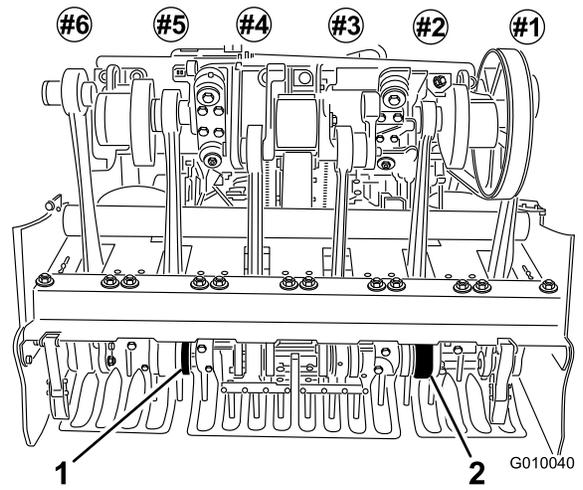

Bild 25
6. Setzen Sie die Tines in die Tines-Halter Nr. 2 und 5 ein (Bild 25). Ziehen Sie die Schrauben fest.